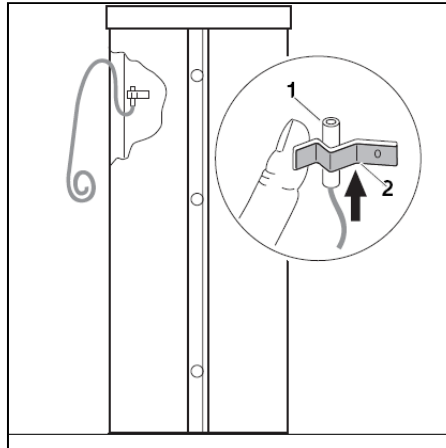

Рис. 8 Монтаж температурного датчика
- Температурный датчик (Рис. 8, Поз. 1) установите в пружинный фиксатор (Рис. 8, Поз. 2) так, чтобы полностью вся поверхность датчика прилегала к наружной поверхности стенки бойлера.